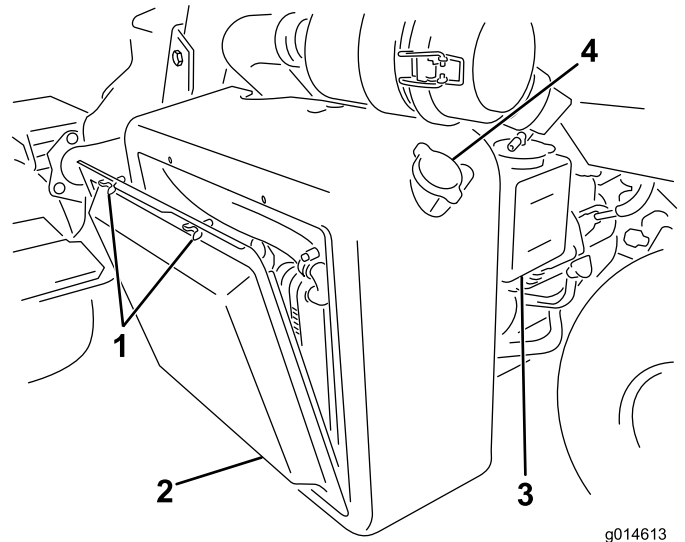

Figura 51
1. Retire la rejilla del radiador (Figura 51).